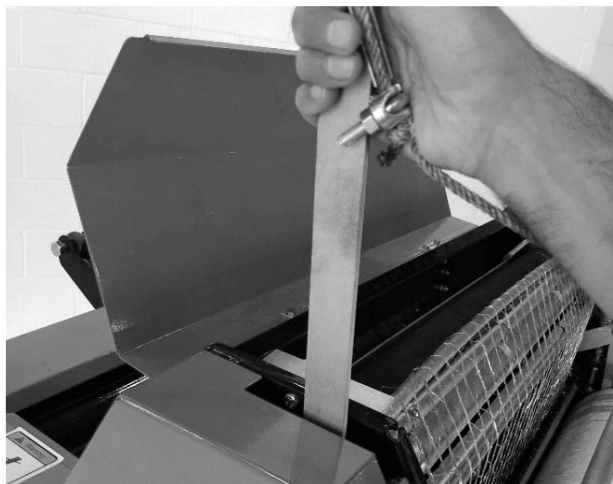

Figura 19 Partea dreaptă sus a preseii de balotat
- d) Trageți de pârghia de activare a plasei (Figura 19) pentru a elibera frâna de avansare a plasei (Figura 20, A). În cazul în care o a doua persoană este disponibilă pentru a ajuta, această persoană ar trebui să continue să țină maneta înainte prin pașii următori. Dacă lucrați singur, utilizați o pană așa cum se arată în Figura 21 sau o metodă similară pentru a menține frâna eliberată.